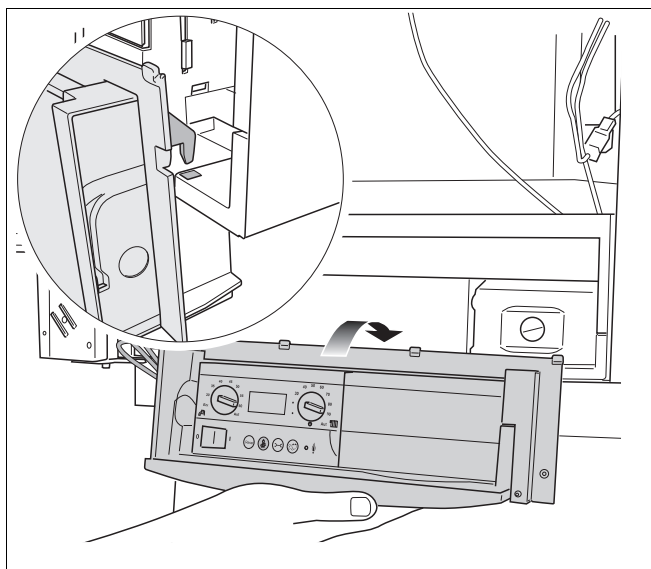

Fig. 102 Bedieningspaneel aan het toestelframe hangen
- Hang het bedieningspaneel aan de 2 haken aan het cv-toestel (→ fig. 102).